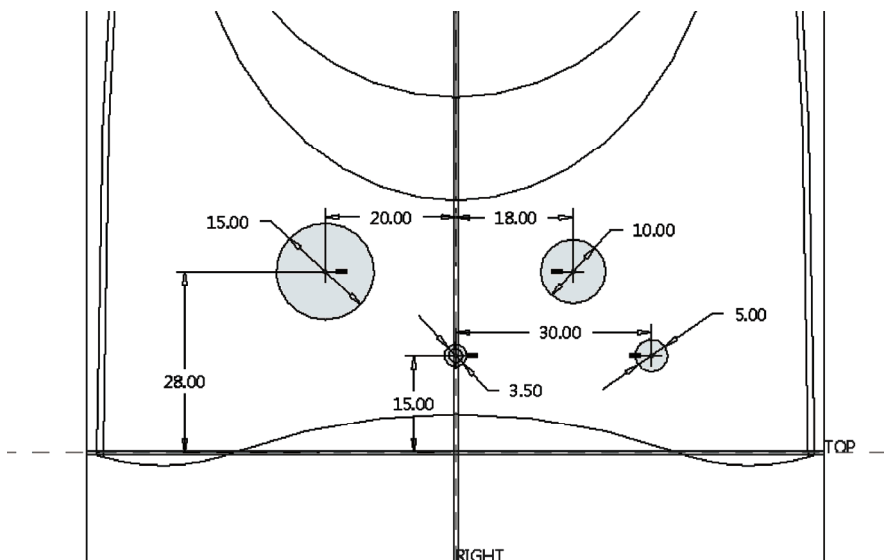

图 12-113 绘制截面
6) 绘制图 12-113 所示的截面, 单击 (确定) 按钮。